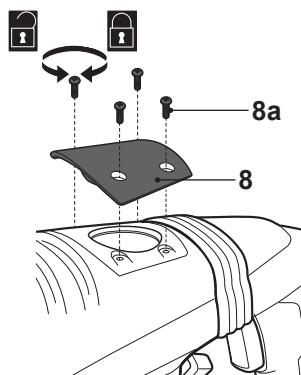

Fig. 8
- > Slăbiți șuruburile (8a) cu o surubelnită în cruce adecvată și îndepărtați-le împreună cu capacul casetei de angrenaje (8) (Fig. 8).
- > Montați capacul casetei de angrenaje (8) înapoi pe produs, și asigurați-l cu șuruburi (8a). Asigurați-vă că este fixat în mod adecvat.